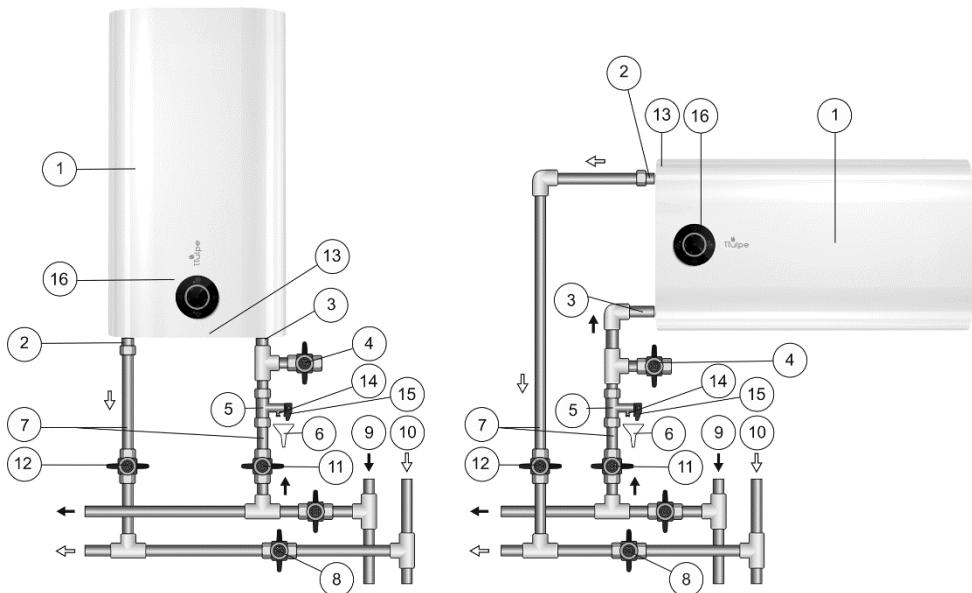

Fig. 1. Schema del collegamento idraulico dello scaldacqua
Montare la valvola di sicurezza (Fig. 1, pos. 5) all'entrata dell'acqua fredda (Fig. 1, pos. 3), un raccordo con anello di colore blu, a 3,5-4 giri assicurando la tenuta idraulica del collegamento con qualsiasi materiale di guarnizione (lino, nastro Teflon, etc.).
Il collegamento idraulico si effettua secondo le indicazioni riportate sulla Fig. 1 esclusivamente a mezzo dei tubi di rame, tubi multistrato di tipo «M-pipes» (costituite da strati polimerici e metallici) o di plastica oppure dei raccordi flessibili idraulici. E vietato l'utilizzo dei raccordi flessibili idraulici già usati. Si consiglia di alimentare lo scaldacqua con l'uso di filtro defangatore montato sulla tubazione di acqua fredda (non in dotazione).
Fig. 1: 1 – Scaldacqua, 2 – raccordo per l’uscita dell’acqua calda, 3 – raccordo per l’entrata dell’acqua fredda, 4 – rubinetto di scarico (non in dotazione), 5 – valvola di sicurezza, 6 – scarico alla canalizzazione (non in dotazione), 7 – tubi di alimentazione, 8 – chiudere il rubinetto quando lo scaldacqua è in uso, 9 – tubo di acqua fredda, 10 – tubo di acqua calda, 11 – rubinetto dell’alimentazione di acqua fredda, 12 – rubinetto dell’uscita di acqua calda, 13 – calotta di protezione, 14 – attacco di scarico della valvola di sicurezza, 15 – leva di apertura della valvola di sicurezza, 16 – manopola di controllo.
Dopo che il collegamento idraulico sia effettuato assicurare che il rubinetto di intercettazione di acqua fredda dello scaldacqua sia aperto e che rubinetto di intercettazione di acqua calda dello scaldacqua (Fig. 1, pos. 8) sia chiuso. Aprire il rubinetto dell’alimentazione dello scaldacqua con l’acqua fredda (Fig. 1, pos. 11), il rubinetto dell’uscita di acqua calda dallo scaldacqua (Fig. 1, pos. 12) ed il rubinetto dell’acqua calda sul miscelatore per consentire l’uscita dell’aria interna dallo scaldacqua. Al riempimento completo dello scaldacqua si verificherà un flusso costante dal miscelatore. Chiudere il rubinetto dell’acqua calda sul miscelatore. Nel caso di collegamento dello scaldacqua nei locali non dotati dell’impianto d’alimentazione idrica è consentito l’alimentazione dello scaldacqua con l’acqua da un serbatoio installato all’altezza minima di 5 metri dal punto superiore dello scaldacqua oppure da un serbatoio ausiliario a mezzo di una stazione di pompaggio.
NB: per facilitare la manutenzione dello caldaccua durante il suo uso si consiglia d’installare il rubinetto di scarico (Fig. 1, pos. 4) in conformità alle indicazioni fornite sulla Fig. 1 (per i modelli non dotati del raccordo di scarico (non è in dotazione)).